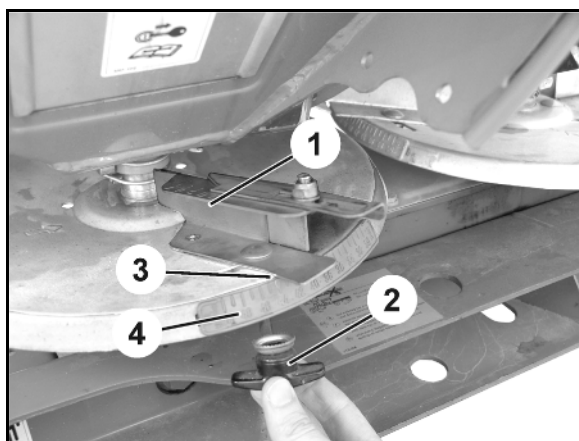

Fig. 84
7. En la **dispersión en límite**, situar la posición de la corredera de la palanca reguladora (Fig. 84/1) en el lado izquierdo de la máquina dos marcas por debajo del valor establecido en la escala (Fig. 84/2).